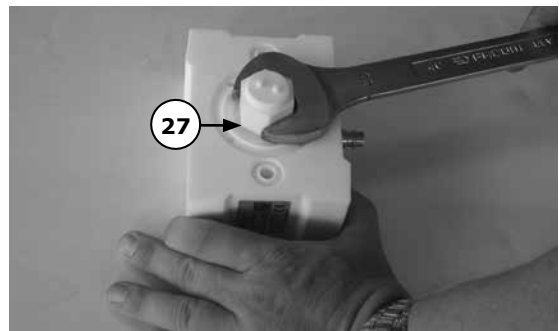

Abbildung 11
Schrauben Sie beide Endkappen des Luftventils (27) mit Hilfe des Spezialwerkzeugs ab (siehe Abbildung 11).
Entfernen Sie die Endkappen, das Hauptventil und die Luftventilachse aus dem Luftventil (27). Schrauben Sie eine Endkappe bündig in das Mittelgehäuse (01). Verwenden Sie dazu das Spezialwerkzeug (siehe Abbildung 11). Setzen Sie einen der sechs O-Ringe des Luftventilgehäuses (Teil von 27) in die Endkappe ein.
Legen Sie den letzten O-Ring des Luftventilgehäuses auf das Ventil und schrauben Sie die zweite Endkappe ein, bis sie bündig mit dem Mittelgehäuse fluchtet. Verwenden Sie hierfür das Spezialwerkzeug (siehe Abbildung 11). Schrauben Sie das Mittelgehäuse (04) in die Bodenverbindung (bei Standardpumpen) des Mittelgehäuses (01). Schrauben Sie Dämpfer (07) und Anschlußstück des Luftenlasses (05) in das Mittelgehäuse. Nur bei den Modellen VA-P15 bis VA-P50: Setzen Sie die O-Ringe der Membranachse (20) in die Nut des Mittelgehäuses ein, indem Sie sie mit einer feststellbaren Rundzange in Nierenform biegen (siehe